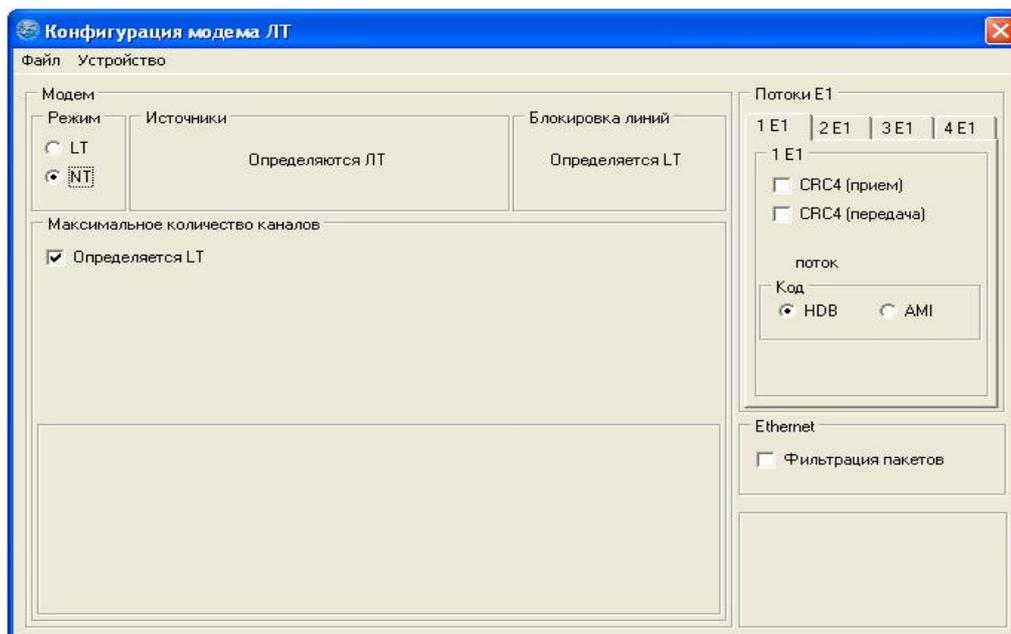

Рис. 4. Окно конфигурирования модема.
Для проверки/корректировки конфигурации ведомого модема (NT) выбираем кнопку “ЛТ-02 (2E1\Eth) [NT]” в окне работы с линейным трактом. На экране появится окно с текущей конфигурацией ведомого модема (рис.4). У ведомого модема допускается устанавливать следующие опции:
- количество каналов определяется ведущей стороной (LT) или используется ограничение количества каналов;